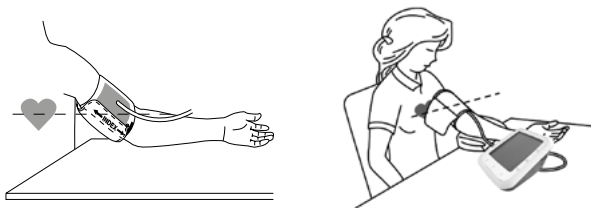

Fig. 6
- Se il bracciale viene applicato molto al di sotto (o al di sopra) dell'altezza del cuore, la misurazione verrà alterata indicando una pressione maggiore (o minore) rispetto al valore reale (Fig. 6).